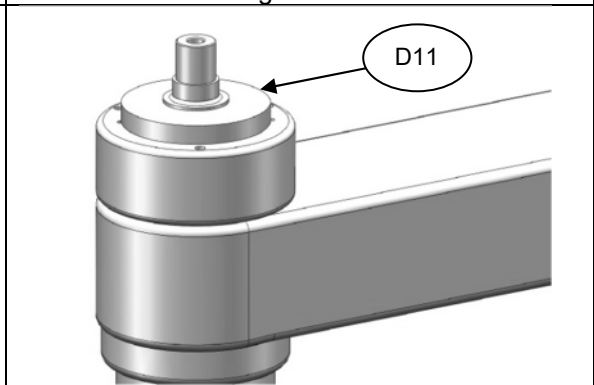

Fig. 4
3. Inserte la Anilla fricción Arnite D13 por el eje del buje (Fig.4)